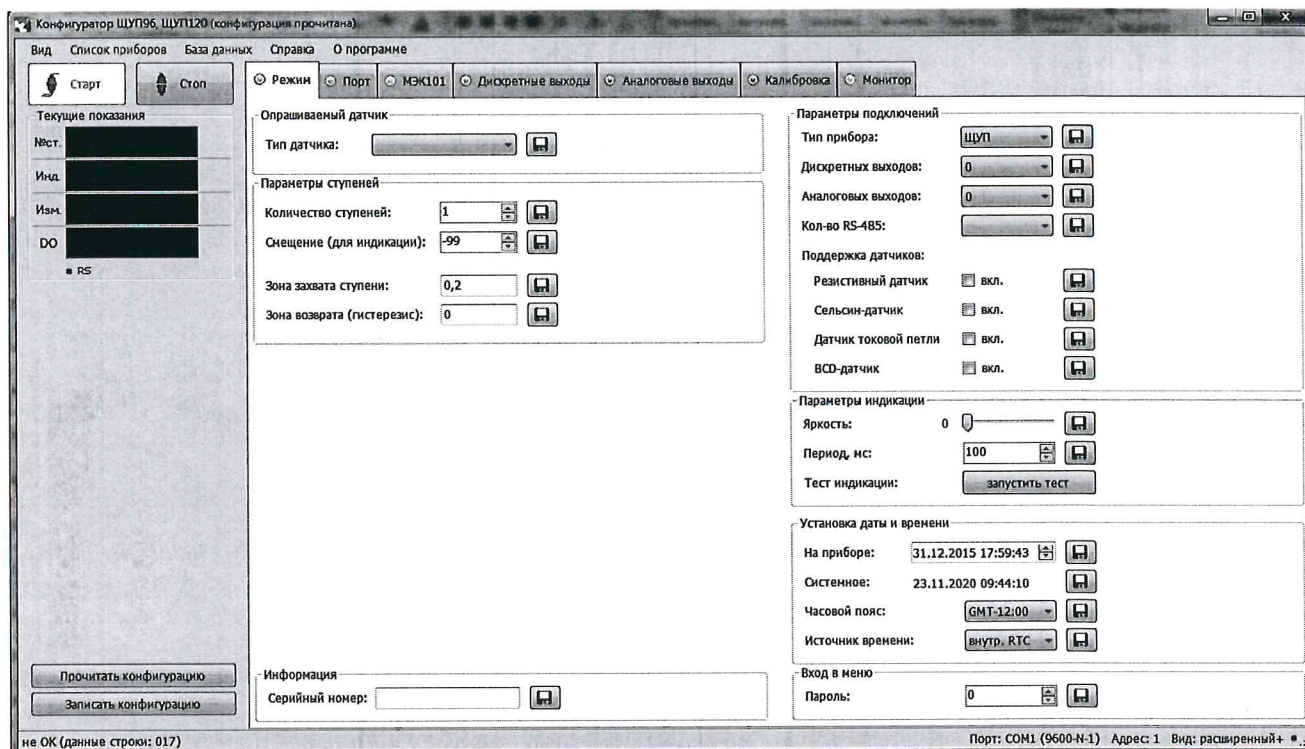

Рисунок 2 – Конфигуратор ЩУП96, ЩУП120 (вкладка «Режим»)
Основные (стандартные) настройки указателя осуществляются во вкладке «Режим» (рисунок 2).
3.7.3.2 Во время настройки указателя можно убедиться в том, что данные, полученные компьютером от указателя, совпадают с показаниями цифровых индикаторов. Данные, показываемые на цифровых индикаторах указателя, идентичны значениям, отображаемым в поле «Текущие показания» программы-конфигуратора (рисунок 2).